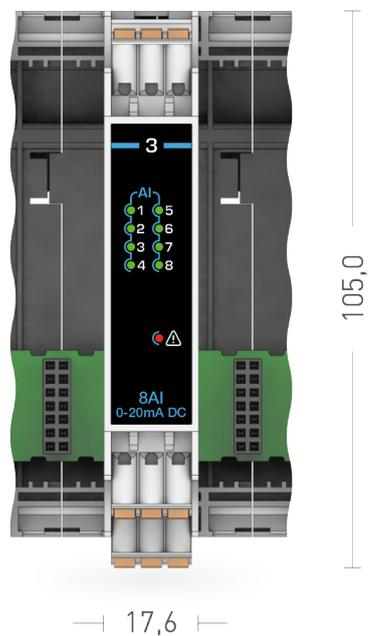
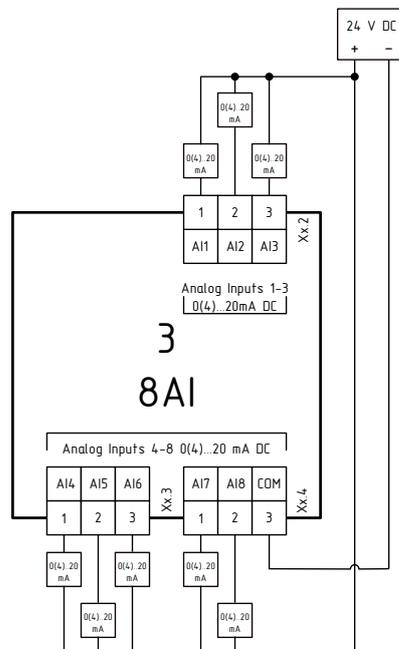

Рисунок 1.15 – Внешний вид модуля расширения MCU-3-8AI
Рисунок 1.16 – Схема подключения модуля расширения MCU-3-8AI
- Внешний вид и схема подключения приведены на рис. 1.15 и рис. 1.16.